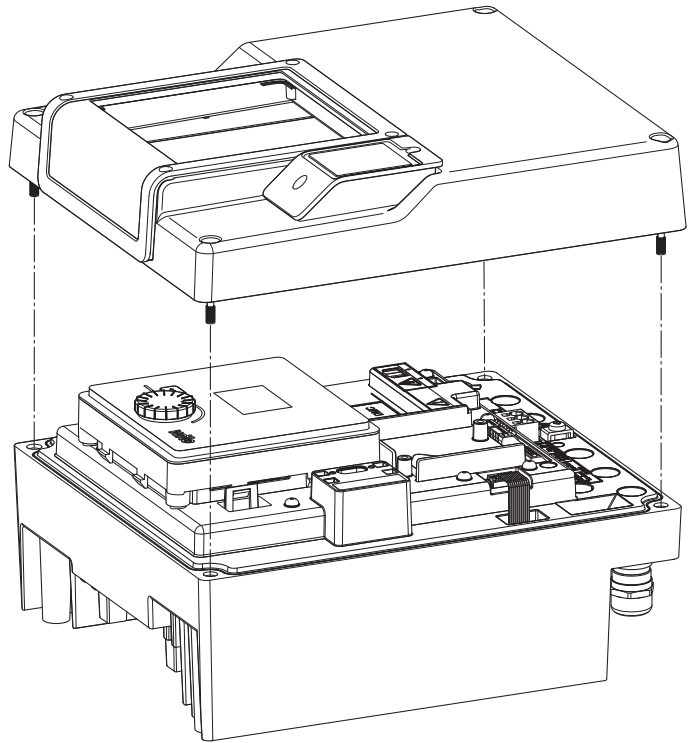

Fig. 45: Åbning af elektronikmodulets dæksel
- Åbn elektronikmodulets dæksel. (Fig. 45).